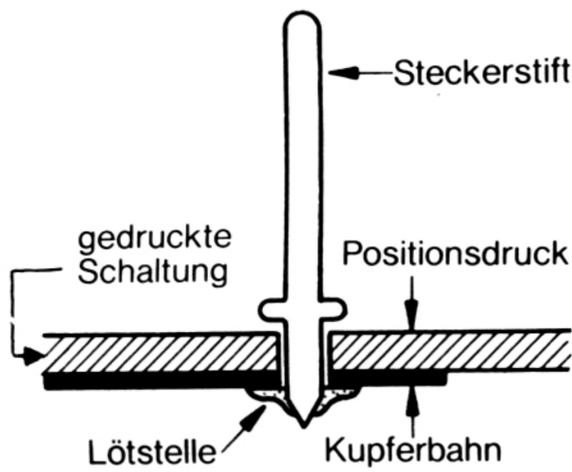

Abb. 5
1. Setzen Sie drei Steckerstifte auf der linken Hälfte der gedruckten Schaltung (Abb. 4) in alle Löcher, die mit I, II und \perp bezeichnet sind, ein. Drücken Sie die Steckerstifte mit ihrem kurzen Ende von der Positionsdruckseite her fest in die Bohrungen. Achten Sie beim Verlöten mit den Kupferbahnen darauf, daß die Steckerstifte senkrecht stehen, damit sich später die Stecker leicht aufsetzen lassen (Abb. 5).
2. Löten Sie auf der rechten Seite der gedruckten Schaltung (Abb. 4) weitere fünf Steckerstifte in die Bohrungen \perp , I, II, +, - (Abb. 5).